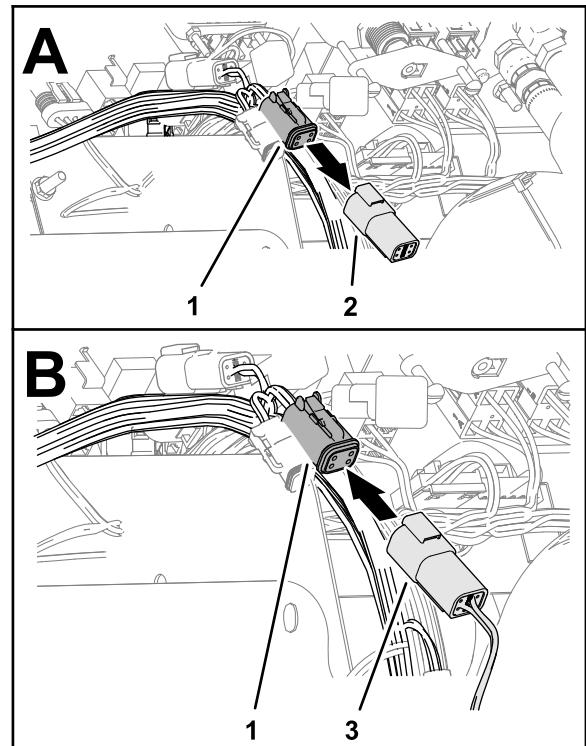

**Figura 170**
– 302 cm (119") marcado To ISOBUS hacia el panel de instrumentos (Figura 170).